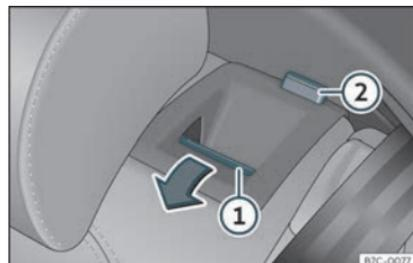

Fig. 106 Banquette arrière : rabattre le dossier.
- Appuyez sur la touche de déverrouillage »» **fig. 106** ① vers l'avant en abaissant simultanément le dossier. Le dossier arrière est débloqué quand le repère rouge est visible sur la touche ②.
Le dossier arrière est débloqué quand le repère rouge est visible sur la touche »» **fig. 106** ②.